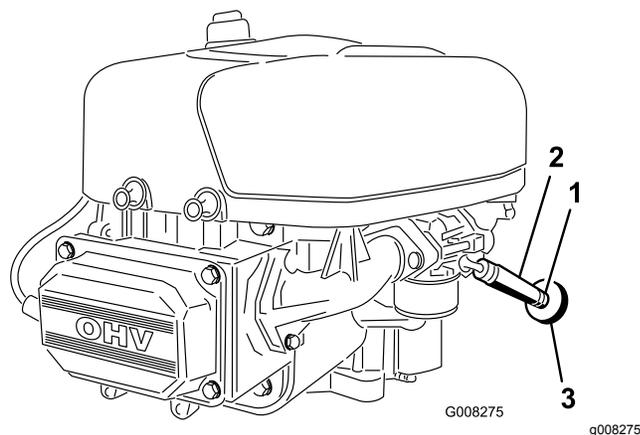

図 29
7. 燃料フィルタについているクランプをゆるめ、フィルタからずらす 図 29。
8. フィルタから燃料ホースを抜き取る 図 29。
- ホースクランプを燃料フィルタの位置までずらして燃料ラインに固定する 図 29。
燃料フィルタ 図 29 は、燃料タンクが空になっている時に交換するのがベストです。汚れているフィルタを再取り付けするのは絶対にやめてください。